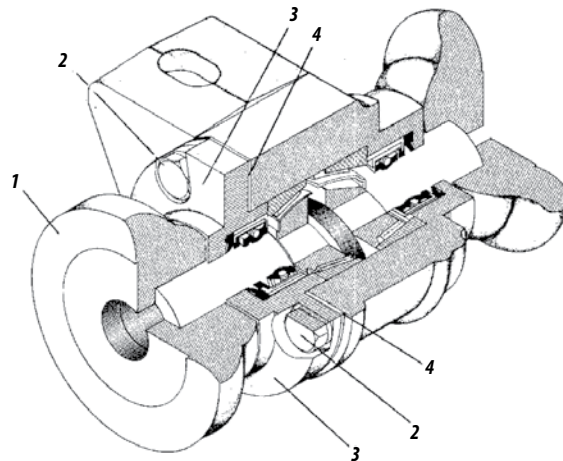

Figura 19
- Retirar a arruela (1), figura 19;
- Soltar os parafusos (2), e retirar a tampa (3);
- Retirar 1 ou 2 juntas (4), da tampa do mancal;
- 10 - Se persistir a folga, pode-se facear a tampa (3), para aumentar a regulagem, em seguida monte a mesma no mancal com quantas juntas forem necessárias.